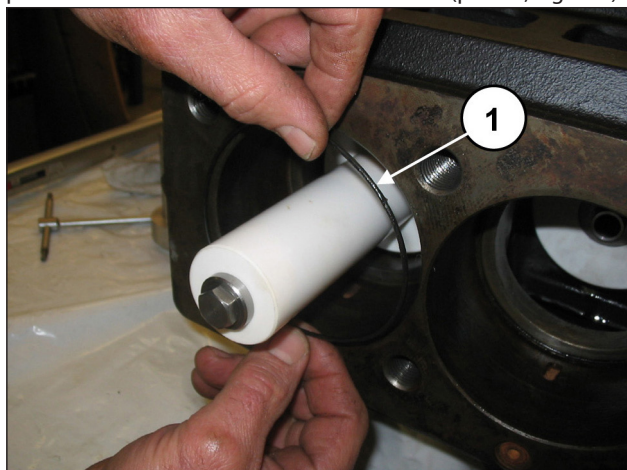
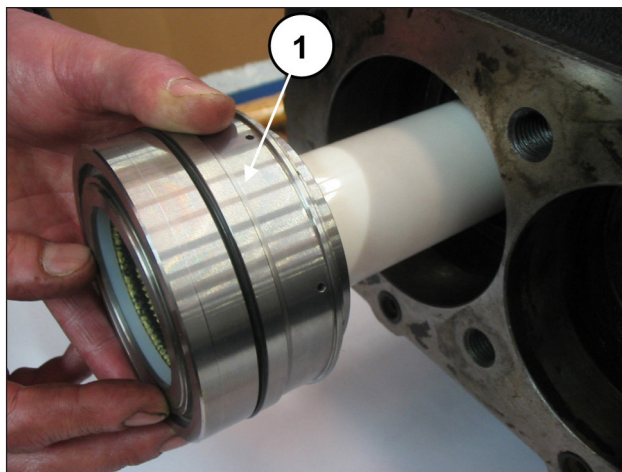

Fig. 167
Fig. 168
Tarare le viti con chiave dinamometrica come indicato nel capitolo 3. Inserire l'O-Ring all'interno del carter pompa (pos. ①, Fig. 167) e successivamente il blocco camicia-supporto guarnizione (completo del medesimo O-Ring) precedentemente assemblato fino a battuta (pos. ①, Fig. 168).